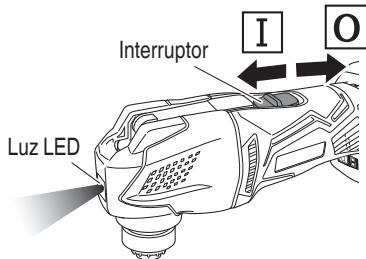

Fig. 8
6. Al deslizar el interruptor hacia la posición **I** se encenderá la herramienta, activándose simultáneamente la luz LED que iluminará la herramienta de aplicación. (Fig. 8)